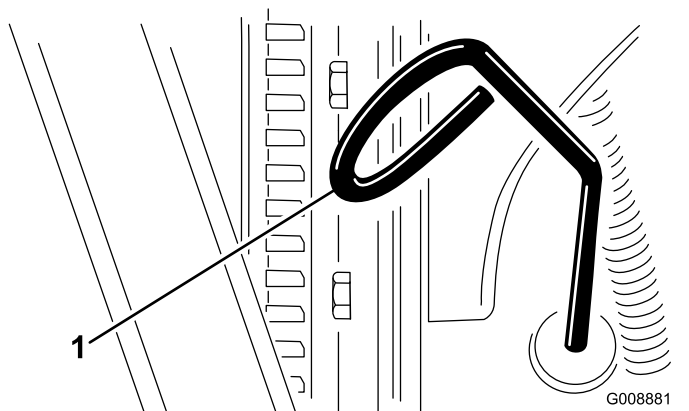

Figura 54
3. Togliete l'asta di livello, pulitela strofinandola, rimettetela nel tubo ed estraetela di nuovo. Il livello dell'olio deve essere tra la tacca PIENO e quella AGGIUNTA (Figura 54).
4. Se il livello dell'olio è basso, rimuovete il tappo di riempimento e aggiungete olio fino a quando il livello non è compreso tra la tacca di PIENO e quella di AGGIUNTA (Figura 54).